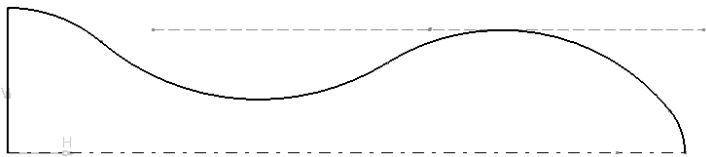

图 2-46 修剪图形
1) 单击“重新限定”工具栏中的“快速修剪”按钮，修剪掉多余线段，结果如图 2-46 所示。